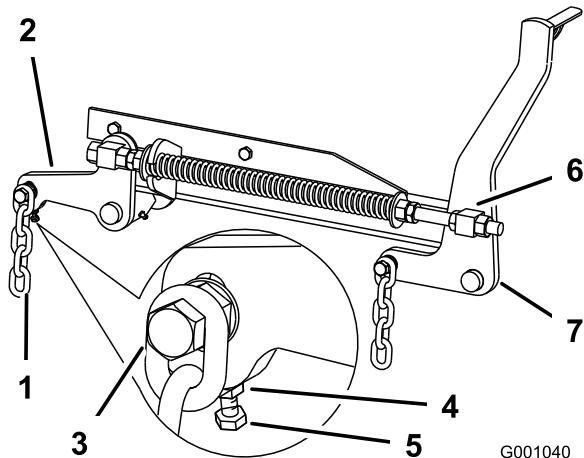

Figura 81
7. Si las medidas realizadas en las posiciones **B** o **C** no son correctas, afloje el perno que fija la cadena trasera al brazo de soporte trasero (Figura 81).
8. Afloje la contratuercia situada debajo del brazo de soporte trasero y ajuste el perno de ajuste hasta obtener una medida de 80 a 83 mm (Figura 81).
7. Afloje las contratuerzas de pivote delantero, en la parte delantera de los pivotes derecho e izquierdo, aproximadamente 13 mm (Figura 81).
8. Ajuste las tuercas de elevación en el lado izquierdo y derecho de la máquina hasta obtener 6 a 10 mm menos en la parte delantera en **A** que en la parte trasera, en **B** (Figura 81).